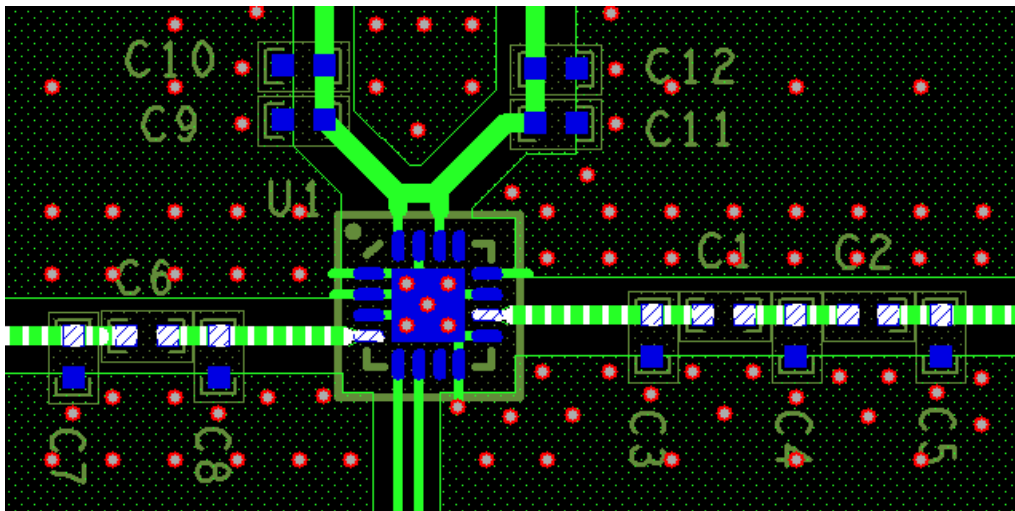

图 3-1
Layout 设计可以参考如下图 3-1, 这也是我们 EVB 板的设计方案。
3.4 TRX/ANT 端口为射频端口，这两个端口的走线要求 50 欧姆控制。如果因为成本原因，无法做到阻抗控制的，要求匹配电路是紧挨着 GC1101 输入输出引脚的，不要拉出来走线，就像图 3-1 中 C6/C7/C8 的一样，或者 C1~C5 的一样，是器件贴着器件摆放的。